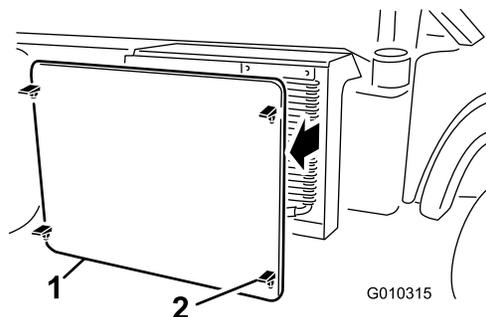

Figura 31
- Sganciate e togliete la griglia del radiatore dalla parte anteriore del radiatore (Figura 31).